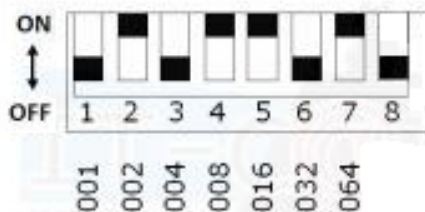

Рисунок 12
- Для установки адресов в АУ используются специальные DIP-переключатели, расположенные внутри АУ. Чтобы установить необходимый адрес АУ (от 1 до 127) необходимо установить переключатели в соответствующее положение с помощью бинарного числового кода и DIP переключателя. Адрес равен сумме значений переключателей кодирования от 1 до 7. Чтобы установить адрес через DIP переключатели с использованием бинарного числового кода, надо соответствующие переключатели перевести в положение «ON» (Рисунок 12). Значение каждого переключателя приведено в таблице 25.